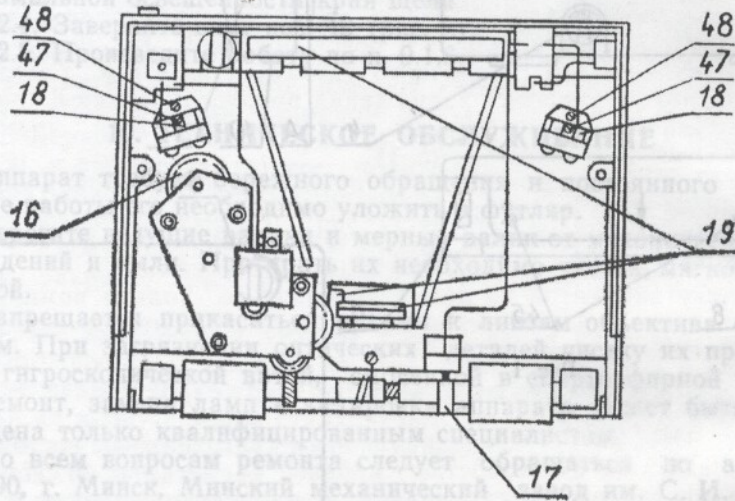

Рис. 3
На корпусе аппарата (рис. 3) со стороны задней крышки расположен лентопротяжный механизм 16, механизм включения осветителей в момент съемки 17, осветители 18, узлы оптической системы 19, электроэлементы.
9.1.2. Отпаяйте два провода, подходящие к лампе, ослабьте винт поз. 47 (рис. 3), замените лампу, припаяйте два провода.
9.1.5. Заверните винт поз. 47 (рис. 3).
9.2.2. Отпаяйте четыре провода, подходящие к лампам. Отверните винт поз. 48 (рис. 3), снимите осветитель со штифта. Возьмите исправный осветитель, припаяйте четыре провода, поставьте осветитель на штифт.
9.2.4. Заверните винт поз. 48 (рис. 3).